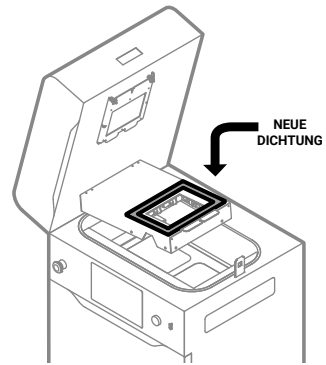

Abb. 12.51 Bringe die neue Reflektordichtung an.
- Entferne das Plastikpapier und lege die Dichtung vorsichtig um das Loch (Abb. 12.51). Dehne die Dichtung beim Verkleben nicht!